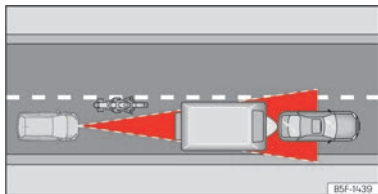

Abb. 140 Vorausfahrender Motorradfahrer außerhalb des Erfassungsbereichs des Radarsensors.
- Versetzt fahrende Fahrzeuge oder Fahrzeuge, die außerhalb des Erkennungsbereichs des Sensors fahren, z. B. Motorräder »» (Abb. 140).